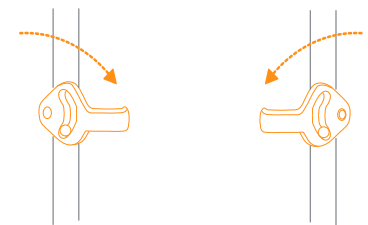

Fig. 14a
14) From the rear side of the stroller engage both car seat support tabs (Fig. 14a).
- Primero gire la bandeja pra niños: Desde la parte trasera del carrito, enganche ambas lengüetas de soporte del asiento para automóvil (Fig. 14a).